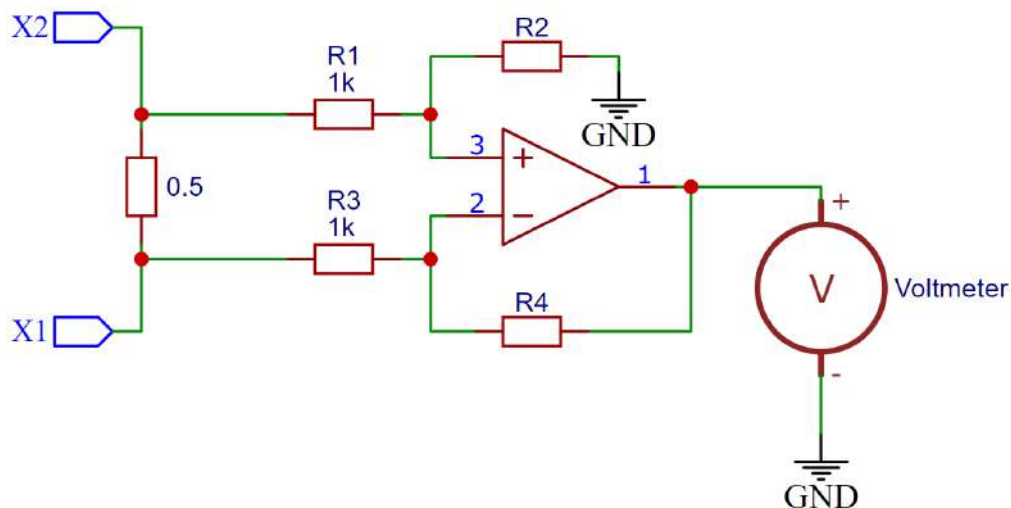

Рис. 8. Шунт с усилителем и вольтметром
14. Для измерения тока используется шунт – резистор с сопротивлением 0.5 Ом. К контактам шунта подключен вольтметр с усилителем (рис. 8). Диапазон измеряемого тока – от 0 до 0.8 А. При этом диапазон измерения вольтметра – от 0 до 5 В.